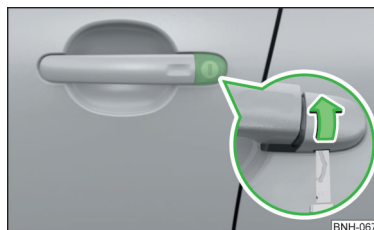

Abb. 250 Griff an der Fahrertür: Schlossabdeckung aufklappen
- › Den Schlüssel in die Aussparung an der Unterseite der Abdeckung einschieben und die Abdeckung in Pfeilrichtung aufklappen » Abb. 250.